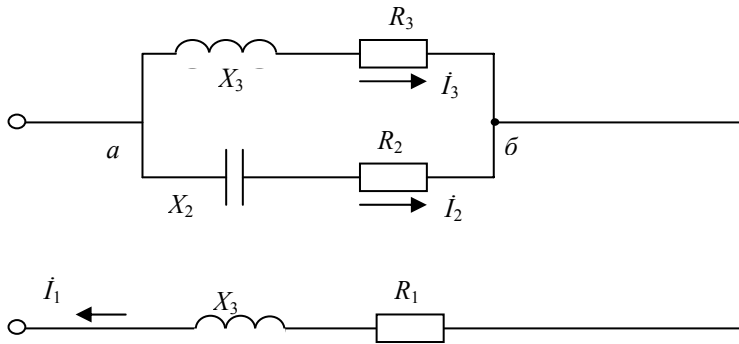

Рис. 2.9
2.1.8. В цепи, изображенной на рис. 2.9, заданы следующие параметры:  $U_{a, \delta} = 220$  В;  $R_1 = 1,5$  Ом;  $X_1 = 2,6$  Ом;  $R_2 = 29$  Ом;  $X_2 = 50$  Ом;  $R_3 = 6$  Ом;  $X_3 = 10$  Ом.